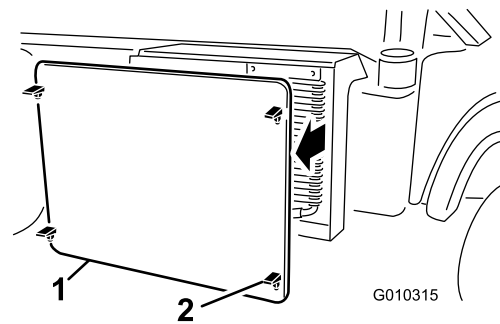

Figure 58
2. Déverrouillez et enlevez l'écran devant le radiateur (Figure 58).